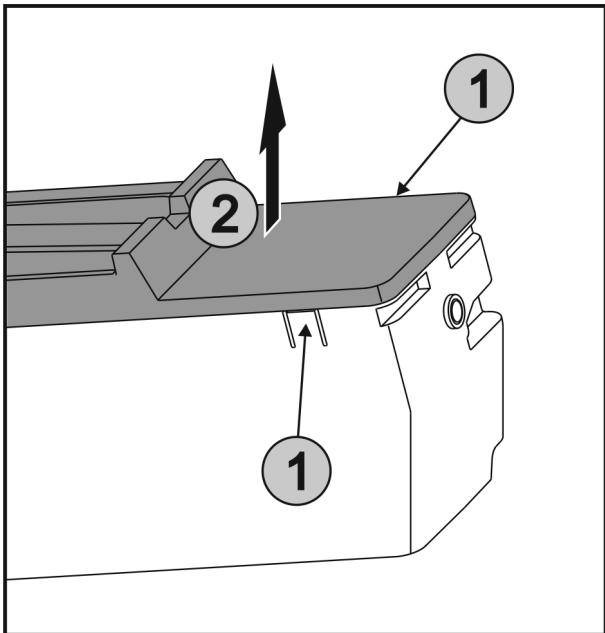

Fig. 43
- ▶ Laschen Fig. 43 (1) an den beiden Seiten von EasyTwist-Ice gleichzeitig drücken und die Abdeckung Fig. 43 (2) nach oben entnehmen.